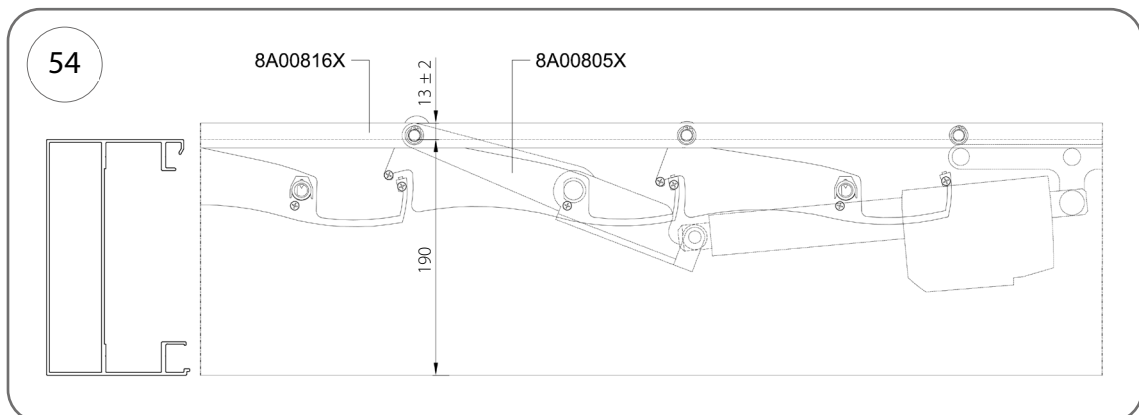

Abb. 54
3. Stellen Sie die geschlossene Endposition gemäß Abb. 54 ein.